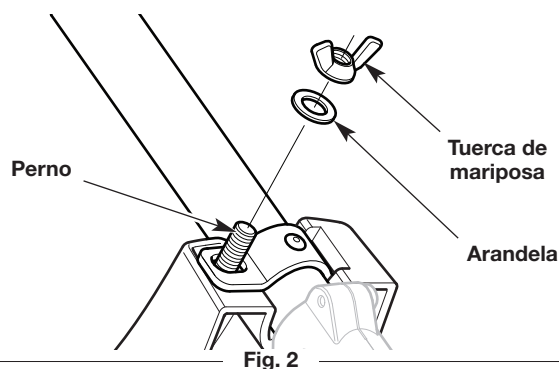

Fig. 2
4. Coloque una arandela sobre el perno (Fig. 2).
5. Atornille la tuerca mariposa sobre el perno hasta que el protector del cabezal de corte esté firmemente colocado en su lugar (Fig. 2).